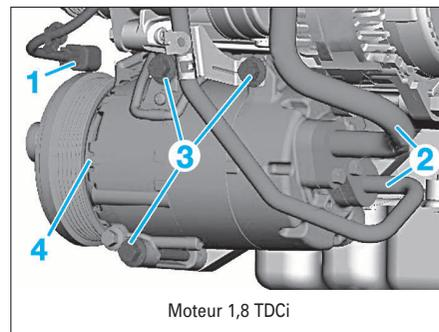

FIG. 16
- Débrancher le connecteur (1) de l'embrayage de compresseur (Fig.16 ou 17) (selon motorisation).